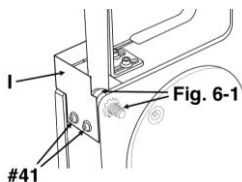

fig. 6
3. Les vis de fixation du garde-courroie inférieur (I) sont assemblées au cadre pour l'expédition. Retirez ces vis (n° 41) et fixez le garde-courroie inférieur (fig. 6).